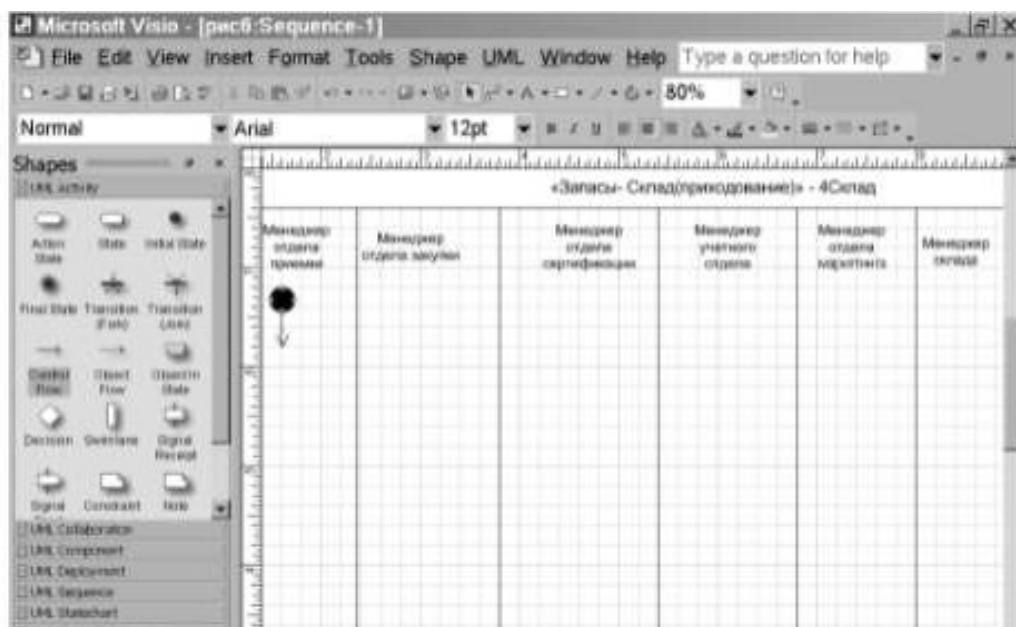

Рис. 9. Подготовительная стадия для изображения диаграммы действий
6. На панели инструментов «Стандартная» зафиксируйте пиктограмму с изображением буквы «А». Внесите в качестве заголовка полное наименование бизнес-процесса «Запасы — склад (оприходование)», сокращенное наименование (4-Склад) и участников бизнес-процесса в соответствии с рис. 9.
9. Направьте стрелку вниз от изображения начала процесса. Для этого перенесите с формы UML Activite изображение стрелки —> (Control Flow) (см. рис. 9).